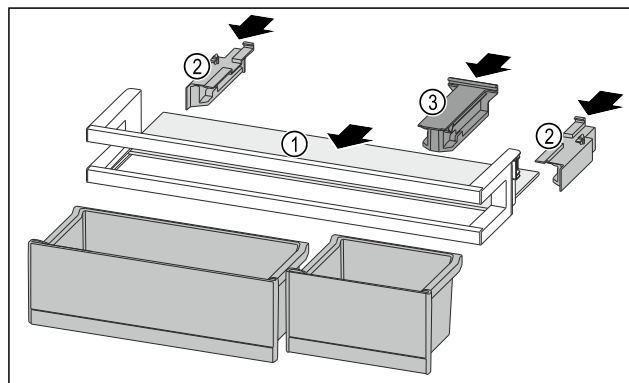

Fig. 151
- ▶ Вдвиньте съемную полку Fig. 151 (1) в боковые пазы.
- ▶ Установите боковые части Fig. 151 (2).
- ▶ Смонтируйте крепление Fig. 151 (3).